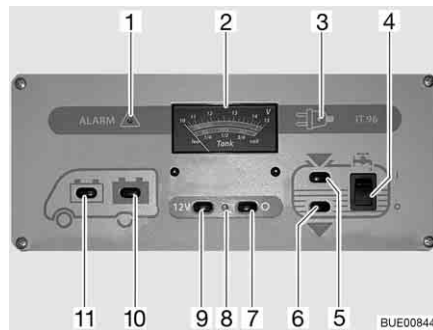

Bild 156 Panel IT 96-2
Med huvudbrytaren 12 V (Bild 156,7 och 9) kopplas panelen och bodelens 12 V-försörjning till eller från.
Slå på: ■ Tryck på knappen (Bild 156,9) "12 V": 12 V-försörjningen för bodelen är påslagen. Kontrolllampan (Bild 156,8) lyser grönt.
Slå från: ■ Tryck på knappen (Bild 156,7) "O": 12 V-försörjningen för bodelen är avstängd. Kontrolllampan (Bild 156,8) slocknar.
Med instrumentet V/tank (Bild 156,2) avläses den övre skalan. Instrumentets belysning tänds automatiskt när en knapp trycks in.
- Tryck på knappen (Bild 156,11) "": Startbatteriets spänning visas.
- Tryck på knappen (Bild 156,10) "": Bodelsbatteriets spänning visas.
På instrumentet V/tank kan vattennivån och avloppsvattennivån avläsas. På instrumentet V/tank (Bild 156,2) avläses den undre skalan. Instrumentets belysning tänds automatiskt när en knapp trycks in.
- Tryck på knappen (Bild 156,5) "": Vattenvolymen visas.
- Tryck på knappen (Bild 156,6) "": Avloppsvattenvolymen visas.
Slå på: ■ Vippkontakten (Bild 156,4) trycks in upptill "I": Vattenförsörjningen är aktiverad.
Slå från: ■ Vippkontakten (Bild 156,4) trycks in nedtill "O": Vattenförsörjningen är avstängd.
Den röda varningslampan "ALARM" (Bild 156,1) blinkar så snart spänningen i bodelsbatteri har sjunkit till under 11 V (mätning under pågående drift) och risk för djupurladdning föreligger.
Kontrollampan 12 V (Bild 156,8) lyser då huvudbrytaren 12 V (Bild 156,9) är inkopplad.
Den gula 230 V-kontrollampan (Bild 156,3) lyser när nätspänningen ligger på el-blockets ingång.